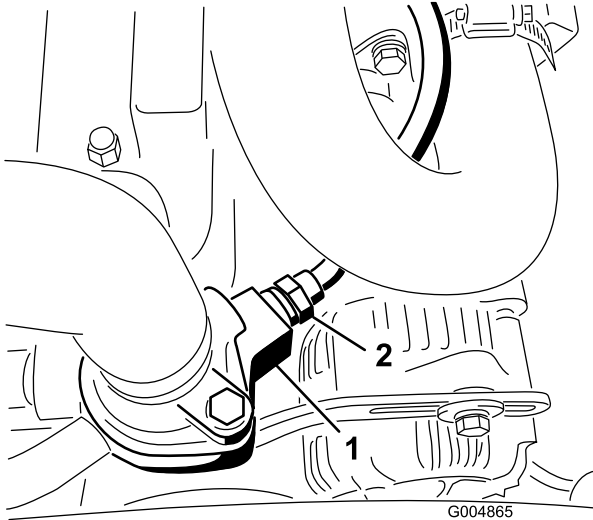

Figura 17
- Desligue o fio e retire o interruptor do lado direito da estrutura do termostato do motor (Figura 17).